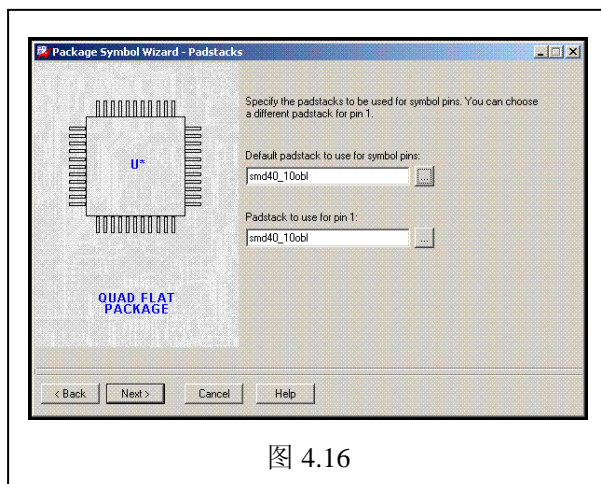

图 4.16
7) 选择 pin 的焊盘：见图 4.16，选择表贴盘 40mil 长、10mil 宽的长条椭圆盘。当然，可以给 pin1 定义不同于其它 pin 的盘。